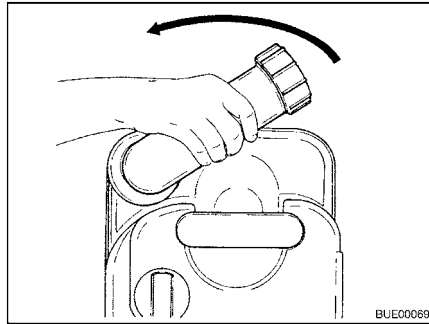

Fig. 289 Ruotare il bocchettone di scarico
- Ruotare il bocchettone di scarico verso l'alto (Fig. 289).